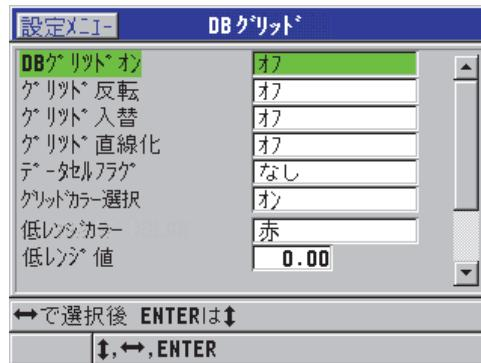

図 9-8 DB グリッドパラメータの変更
- DB グリッド画面（164 ページの図 9-8 を参照）で、以下の手順を実行します。